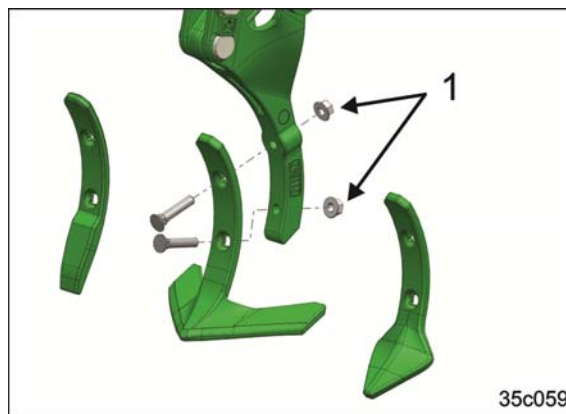

Fig. 169
1. Løsn fastgørelsesmøtrikkerne (Fig. 169/1).
3. Spænd fastgørelsesmøtrikkerne (Fig. 169/1).